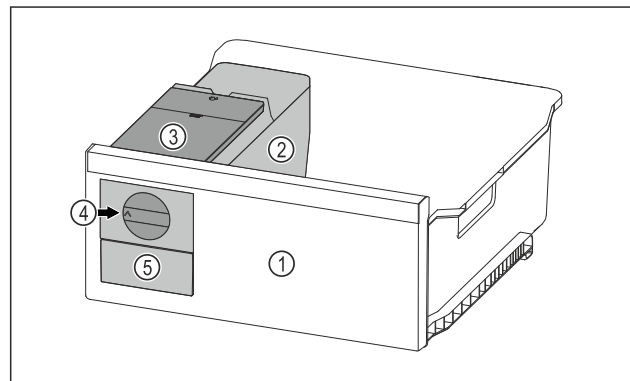

Fig. 97 Примерное изображение
- Поверните поворотную кнопку Fig. 97 (4) по часовой стрелке до упора.
- Кубики льда упадут из ванночки для кубиков льда в выдвижной ящик для кубиков льда Fig. 97 (5).